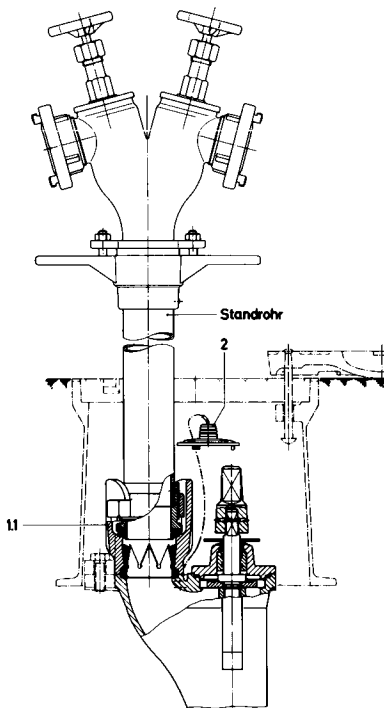

Abb. 3
2.1 Klauendeckel (2) abnehmen. Standrohr aufsetzen. Hauptabsperrventil und Standrohrventile öffnen (Abb. 3).
3.1.7 Das Regeln der Entnahmemenge ist nur mit den im Standrohr eingebauten Ventilen zulässig (Abb. 3).